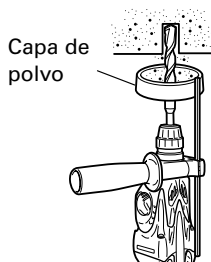
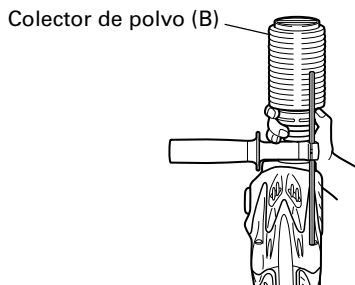

Fig. 4
Fig. 5
7. Cuando instale la copa de polvo o el lector de polvo (B) (Accesorios facultativos) (Fig. 4, Fig. 5)
Emplee la copa de polvo instalando la broca como se muestra en la Fig. 4. Cuando emplee una broca de gran diámetro, agrande el orificio central de la copa de polvo con este martillo perforador.
- Instalación del colector de polvo (B)
Para emplear el colector de polvo (B), insértelo desde la punta de la broca alineándolo con la ranura de la empuñadura (Fig. 5).